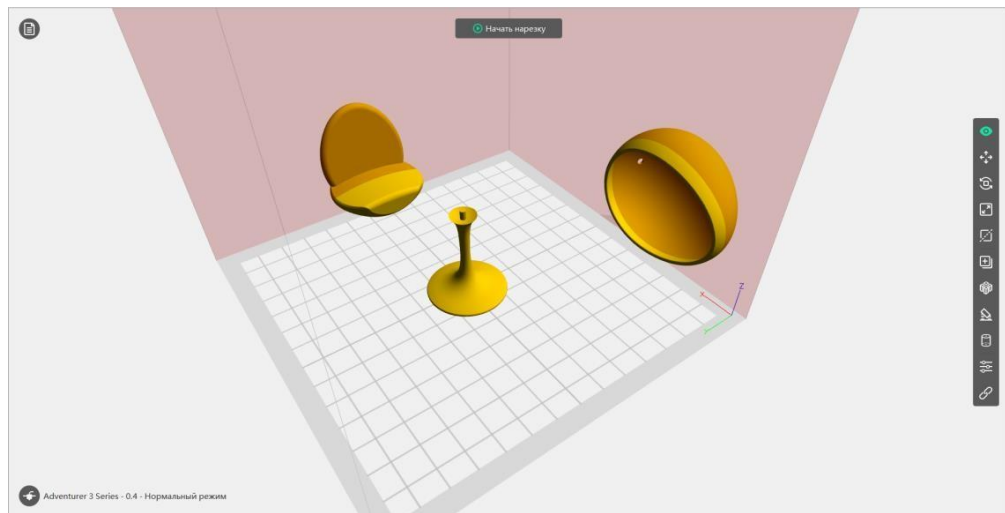

Рис.3. Уменьшенные детали стула.
2. Используя функцию «Масштаб», измените размеры деталей следующим образом (рис.3.):
3. На рис.3 компоненты стула расположены не на печатном столе, поэтому не будут печататься. Правильно расположить детали на столе можно вручную и автоматически.